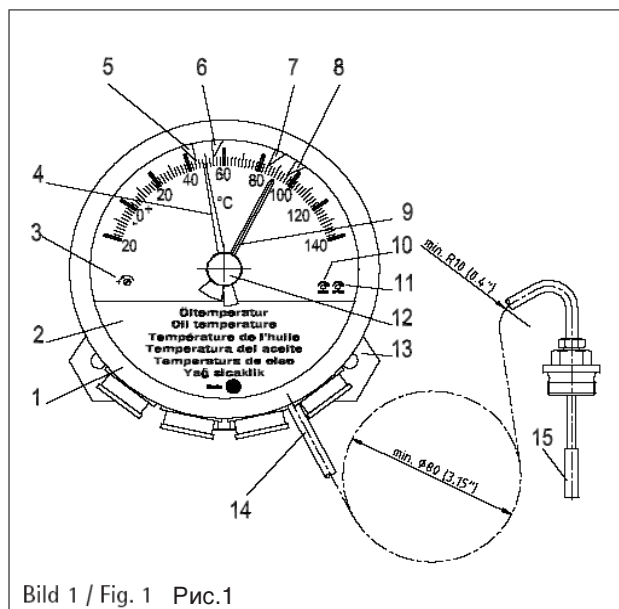

Bild 1 / Fig. 1 Рис.1
Стрелочный термометр крепится к трансформатору с помощью крепежной пластины (рис. 1/13). Расстояние между отверстиями составляет 140 мм, диаметр отверстий 9 мм. Место монтажа необходимо выбирать таким образом, чтобы избежать вибрации и колебаний в сети питания.
3.2 Капиллярная трубка (рис. 1/14)
Прокладывайте капилляр таким образом, чтобы избежать заломов и узлов. Стрелочный термометр нельзя брать и переносить за капилляр. Проложите и зафиксируйте капиллярную трубку, лишнюю длину капиллярной трубки смотайте и закрепите в месте, не подверженном влиянию высоких (макс. 60 C) температур. Минимальный радиус изгиба 10 мм. Минимальный диаметр намотки 80 мм (см. рис.1).
3.3. Датчик температуры (рис. 1/15)
Для подключения проводов, настройки и проверки микровыключателей необходимо открыть прибор. Для этого необходимо повернуть лицевую панель со смотровым стеклом против часовой стрелки до упора и снять ее. При закрывании прибора обратите внимание на правильное расположение стрелки максимума (рис. 1/9). Установите лицевую панель и поверните ее по часовой стрелке до упора.
Оба потенциометра „ZERO“ (рис. 1/10) и „SPAN“ (рис. 1/11) установлены только для заводской настройки. Не изменять! Иначе Messko не может гарантировать правильную работу выхода 4...20 мА.
Стрелочные термометры калибруются на заводе. Если необходимо их перекалибровать, то проверка индикации и сравнительные измерения должны проводиться исключительно в ваннах с бурлящей водой, в которой поддерживается постоянная температура в течение нескольких минут (ок. 15 минут). Перекалибровка возможна. Калибровочный винт (рис. 1/3) находится на лицевой панели индикатора.